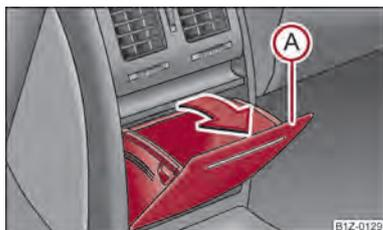

Fig. 86 Consola central atrás: Compartimento
- Abra o compartimento, puxando no canto superior do compartimento (A) no sentido da seta ⇒ Fig. 86.